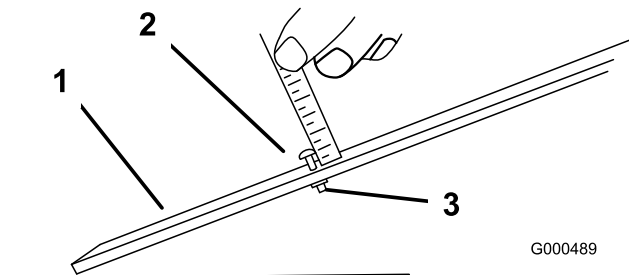

Bild 53
- Lösen Sie die Mutter an der Messlehre (Bild 53) und stellen Sie die Einstellschraube auf die gewünschte Schnitthöhe ein. Der Abstand zwischen dem unteren Ende des Schraubenkopfs und der Stirnseite der Messlehre ist die Schnitthöhe.